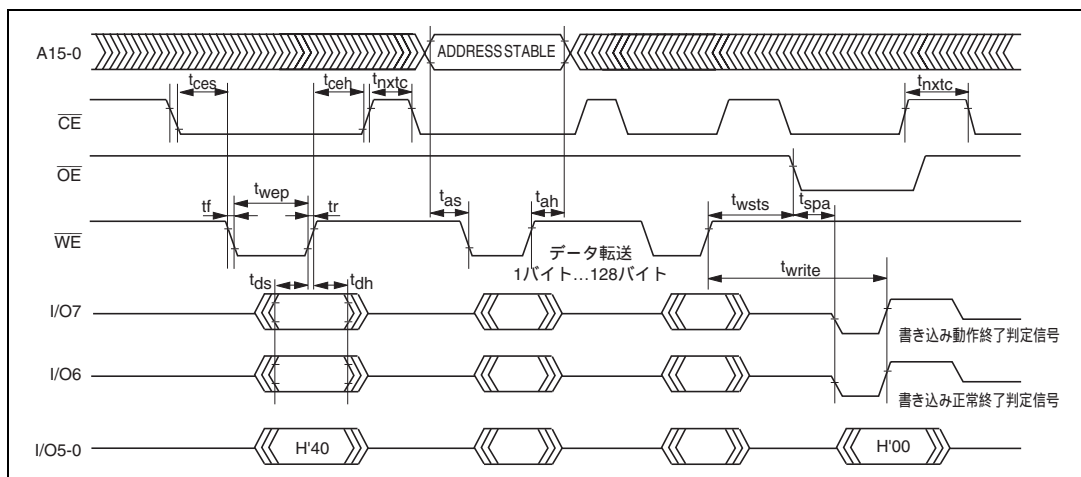

図 6.17 自動書き込みのタイミング波形
- (1) すでに書き込まれたアドレスへの書き換えは、自動消去を行った後に自動書き込みをしてください。
- (2) 同一アドレスブロックへの自動書き込みは1回のみとしてください。すでに書き込まれたアドレスブロックへの追加書き込みは行えません。
- (3) 自動書き込みは、128バイト同時書き込みを行います。バイトデータを128回連続転送してください。128バイト以下の書き込みでも128バイトのデータ転送を行う必要があります。書き込む必要のないアドレスへは、データH'FFを転送して書き込んでください。
- (4) 転送するアドレスの下位7ビットは、Low状態にしてください。有効アドレス以外を入力した場合は、メモリ書き込み動作に移行しますが、書き込みエラーとなります。
- (5) メモリアドレスの転送は第2サイクルで行います(図6.17)。第3サイクル以降は転送しないでください。
- (6) 書き込み動作中はコマンド書き込みを行わないでください。
- (7) 自動書き込みは128バイト単位のブロックに対して1回だけ行ってください。すでに書き込まれたアドレスブロックへの追加書き込みはできません。
- (8) 自動書き込み正常終了の確認は、I/O6を調べることにより行います。ステータス読み出しで確認することもできます( I/O7番のステータスポーリングは、自動書き込み動作終了判定用端子です)。
- (9) ステータスポーリングのI/O6、 I/O7端子情報は次のコマンド書き込みまで保持されます。次のコマンド書き込みが行われていなければ、CE、OEをイネーブルにすることにより読み出し可能です。
- (10) AC特性を表6.17に示します。